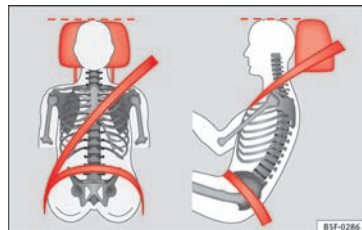

Fig. 76 Korrekt indstillet hovedstøtte set forfra og fra siden
- Indstil hovedstøtterne således, at hovedstøttens øverste kant er på højde med den øverste del af hovedet eller som minimum i øjenhøjde » Fig. 76.